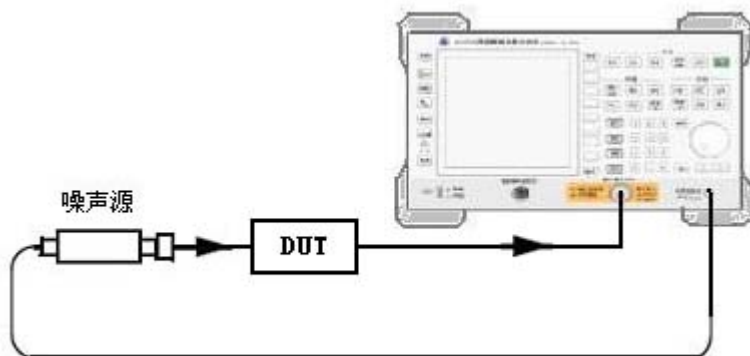

图 3-26 连接 DUT 进行测量
- 步骤3. 根据图3-26所示，将噪声源输入与**被测件**输入连接。